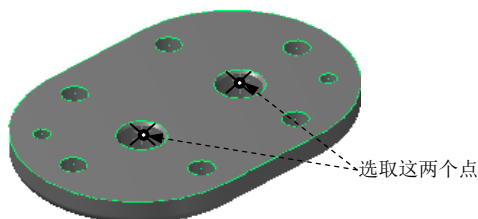

图 16.18 选取钻孔的点
Step1. 选择下拉菜单 命令，系统弹出“选取钻孔的点”对话框，选取图 16.18 所示的两个圆的中心点为钻孔点。